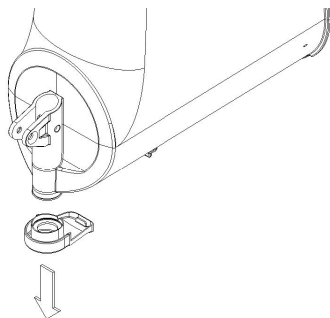

figure 12
- 7 Enlever le réducteur de débit du bac (voir figure 12).
- 5 Enlever le réducteur de débit du bac (voir figure 12).